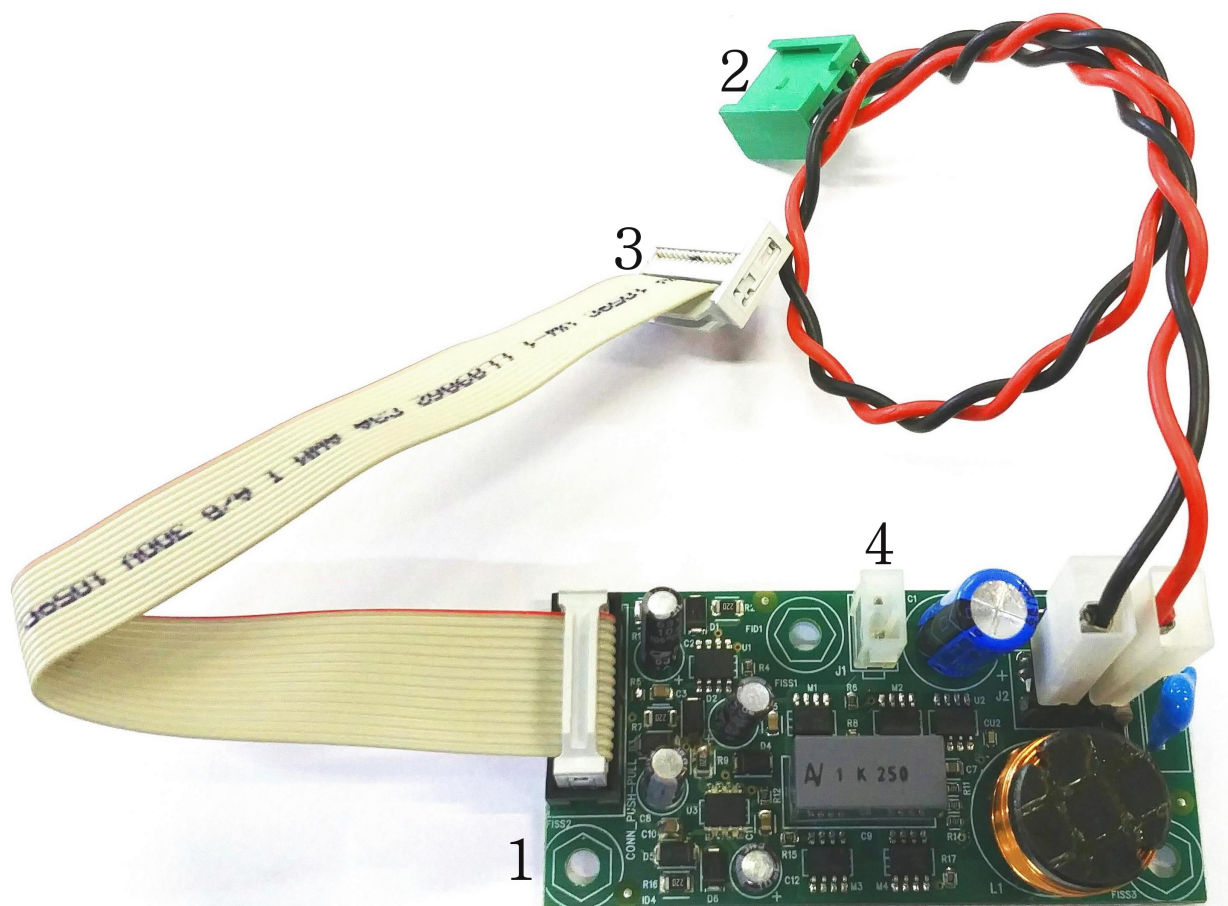
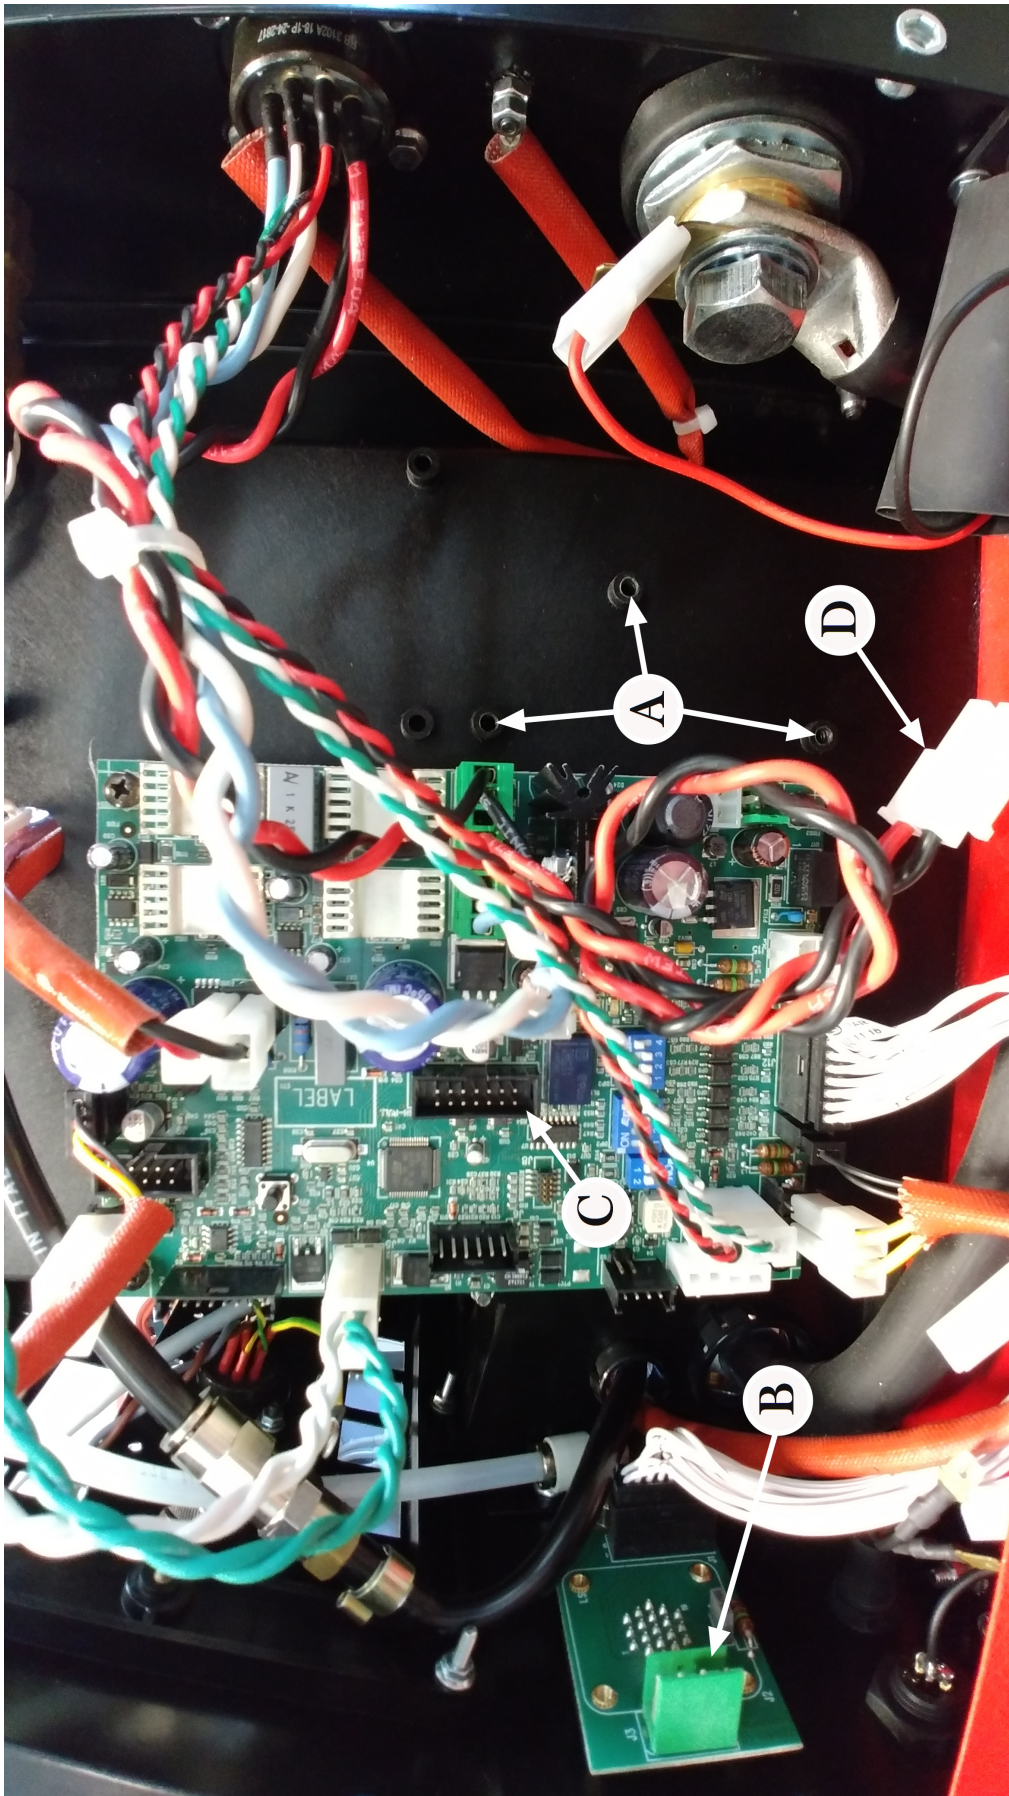

fig. 1
fig.2
- Connect the free ends of Kit cables **2**, **3** to the connectors **B** and **C** of the Control Motor board, moreover connect the free end **D** of the Control Motor board to the **4** Kit connector, as shown in fig.1 and 2.
El Kit Circuito Push-Pull 42 V está compuesto por los elementos visibles en la fig. 1.
- Insertar la tarjeta Push-Pull 5602264 (1) en los correspondientes soportes plástico **A** (fig. 2).
- Conectar las extremidades libres de los cables Kit **2** y **3** a los conectores **B** y **C** de la tarjetas Control Motor y también conectar, la extremidad libra **D** del Control Motor a el conector **4** del Kit como se indica en fig. 1 y fig. 2.